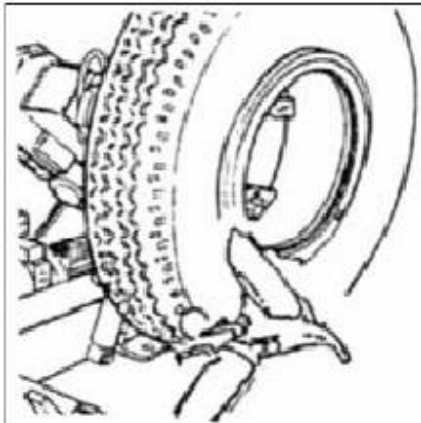

Рис. 25
- 5) Установите на обод разрезное кольцо, а затем вставьте фиксирующее кольцо при помощи диска, как показано на рис.25